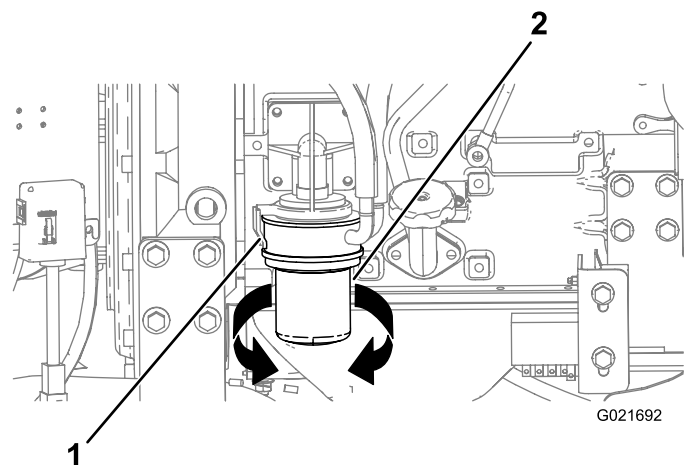

Figure 124
3. Placez un bac de vidange ou plusieurs chiffons sous le filtre à huile et son adaptateur (Figure 124).
4. Tournez le filtre à huile dans le sens antihoraire et déposez-le (Figure 124).
8. Alignez le filtre à huile sur son adaptateur et tournez-le dans le sens horaire jusqu'à ce que le joint du filtre rejoigne l'adaptateur (Figure 124).
9. Serrez le filtre à huile à la main de 1/2 tour supplémentaire (Figure 124).